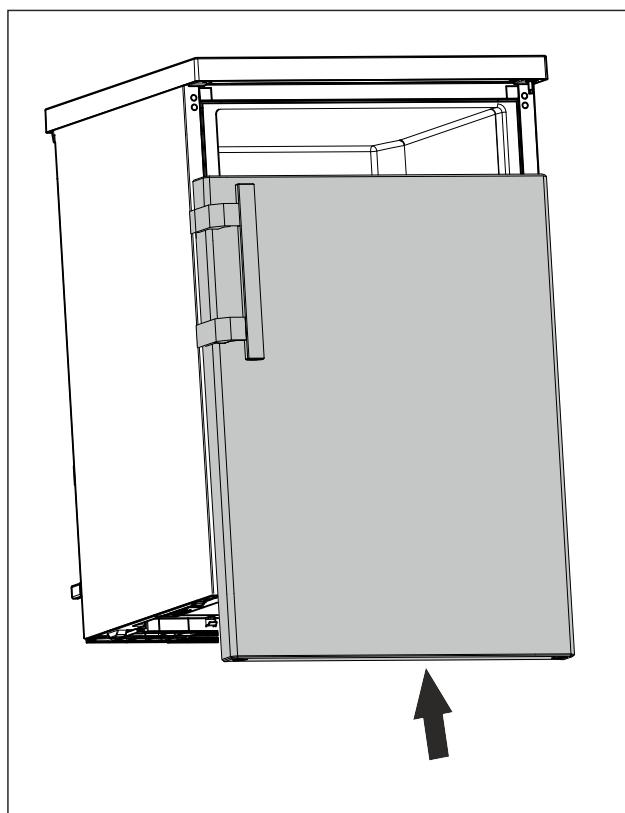

Fig. 23
- Vrata v zaprtem stanju potisnite na zgornji sornik. (glejte Fig. 23)